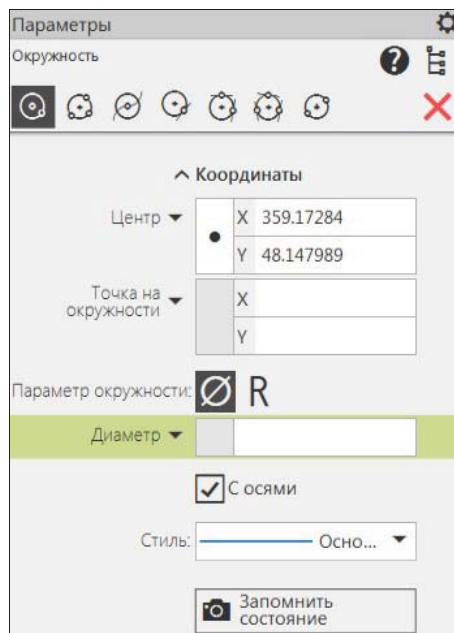

Рис. 5.8. Панель Параметры: Окружность
- ♦ щелкните ЛК мыши по кнопке **Окружность** на панели инструментов **Геометрия**. В **Заголовке** панели **Параметры: Окружность** (рис. 5.8) также имеются все команды панели **Окружность**. На панели **Параметры: Окружность** имеются следующие элементы ввода: